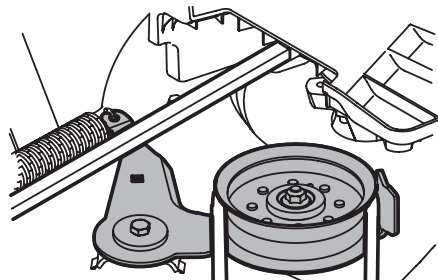

Figura 40
- Desde el lado derecho del tractor, inserte una llave de trinquete de 3/8", regulada para **ajustar**, en el orificio cuadrado del soporte intermedio. Consulte la Figura 40.
- Pivote la llave hacia adelante para mover la polea de transmisión de la plataforma hacia adelante. Consulte la Figura 40.